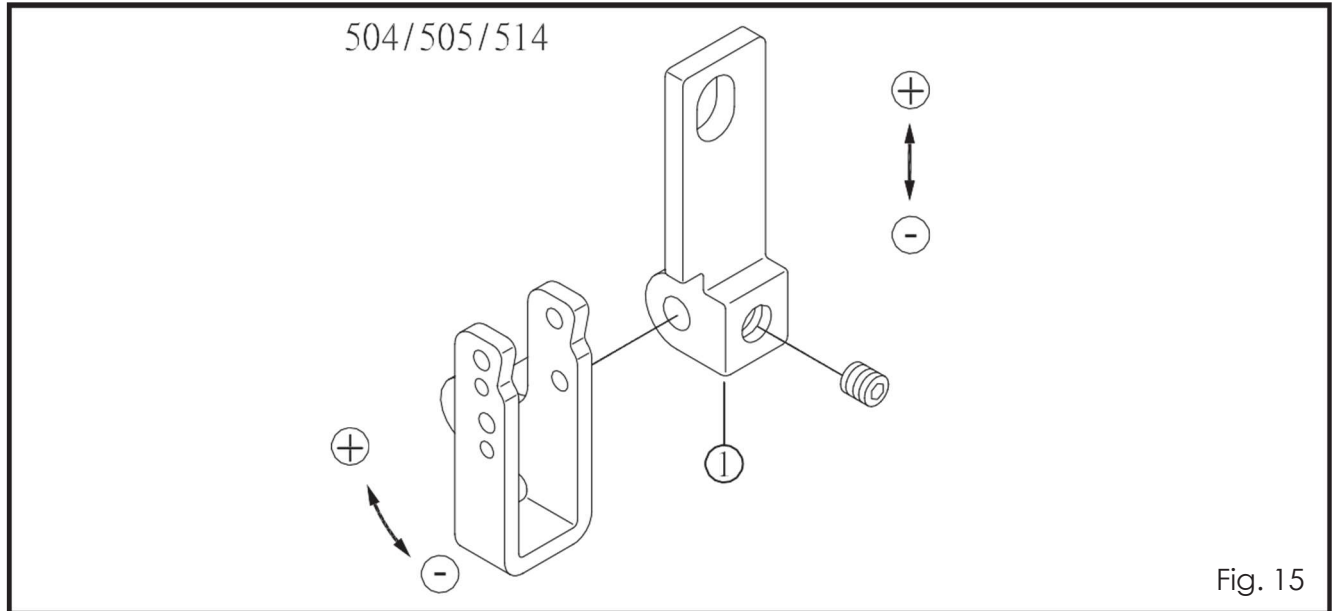

Fig. 15
2. Relação da tensão da linha da agulha (Fig.15)